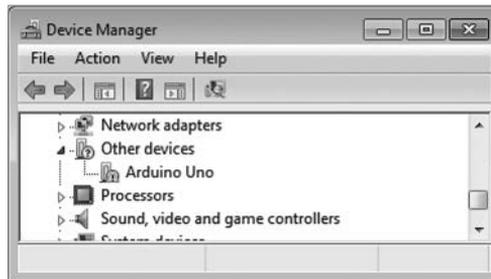

Рис. 1.19. Диспетчер устройств
2. Перейдите в Windows Control Panel (Панель управления Windows). Откройте Device Manager (Диспетчер устройств) и прокрутите содержимое окна, пока не встретите пункт Arduino, как показано на рис. 1.19.